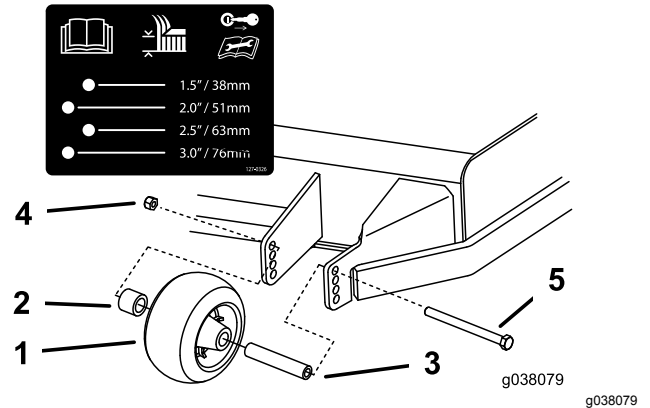
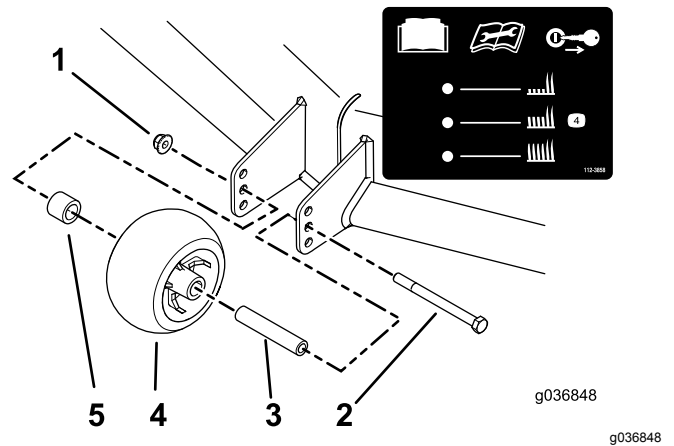

Figure 35
Figure 36
3. Réglez les galets anti-scalp comme montré à la **Figure 35** ou **Figure 36**.